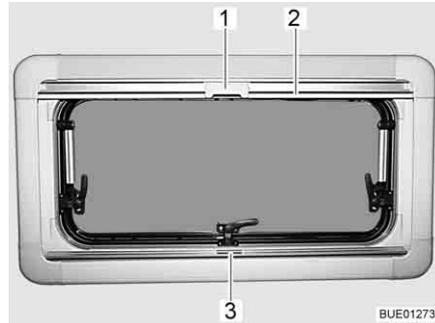
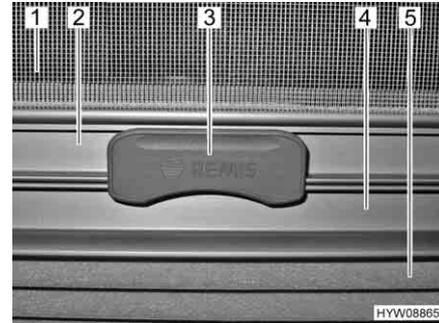

Fig. 40 Finestra apribile
Fig. 41 Aggancio
La tendina oscurante pieghevole (Fig. 41,5) è montata nella cassetta inferiore.
- Afferrare la tendina oscurante pieghevole per la parte centrale della barra di presa (Fig. 40,3 e Fig. 41,4), tirarla dal basso verso l'alto e rilasciarla nella posizione desiderata. La tendina oscurante pieghevole rimane in questa posizione.
La zanzariera a rullo (Fig. 41,1) è montata nella cassetta superiore.
- Tirare la zanzariera a rullo accompagnandola con la barra di presa (Fig. 40,2 e Fig. 41,2) verso il basso, fino a quando la barra di presa non arriva a contatto con la tendina oscurante pieghevole (Fig. 41,4).
- Bloccare l'aggancio (Fig. 40,1 e Fig. 41,3) della zanzariera a rullo nella barra di presa della tendina oscurante pieghevole. Se l'aggancio risulta bloccato, la tendina oscurante pieghevole e la zanzariera a rullo possono essere spostate insieme.
- Premere in alto l'aggancio (Fig. 41,3) sulla zanzariera a rullo.
- Ricondurre lentamente la zanzariera a rullo accompagnandola con la barra di presa (Fig. 40,2).